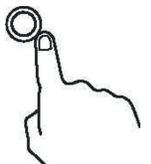

fig.6
- Al seleccionar el calentador que tiene doble anillo, el anillo interno trabaja por defecto. Si presiona el botón DUAL (fig. 6), el anillo externo también comienza a funcionar.